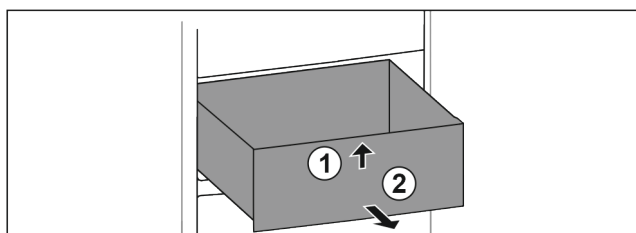

Fig. 54
- ▶ Nadzvedněte zásuvku vpředu. Fig. 54 (1)
- ▶ Vyjměte zásuvku dopředu. Fig. 54 (2)